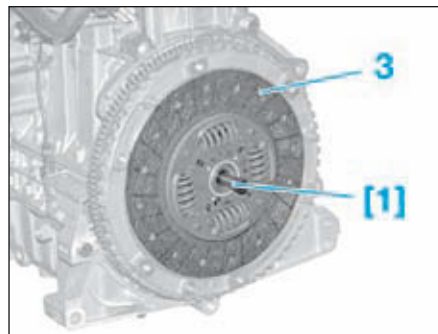

FIG.3
- Positionner le disque sur le volant moteur et le centrer à l'aide d'un mandrin de centrage approprié [1] (Fig.3).